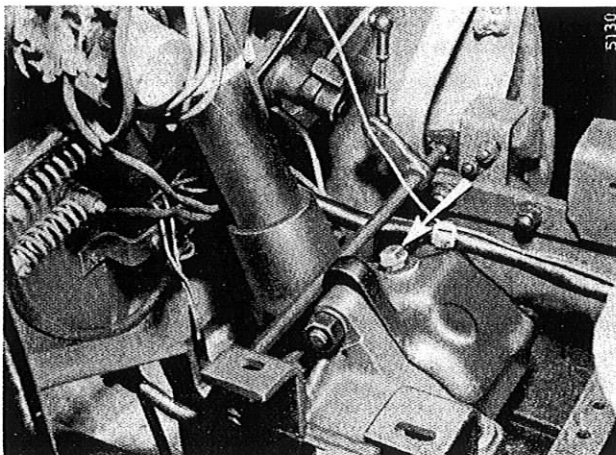

Bild 34
füllen (Pfeil Bild 34). Zu diesem Zweck Kraftstoffbehälter und Batterie mit Sockelplatte abnehmen. Im Kraftstoffbehälter bei dieser Gelegenheit Bodenventil (4), Bild 59, herausschrauben und Bodensatz entfernen. Motoröle verschiedener Herkunft nicht miteinander vermischen.